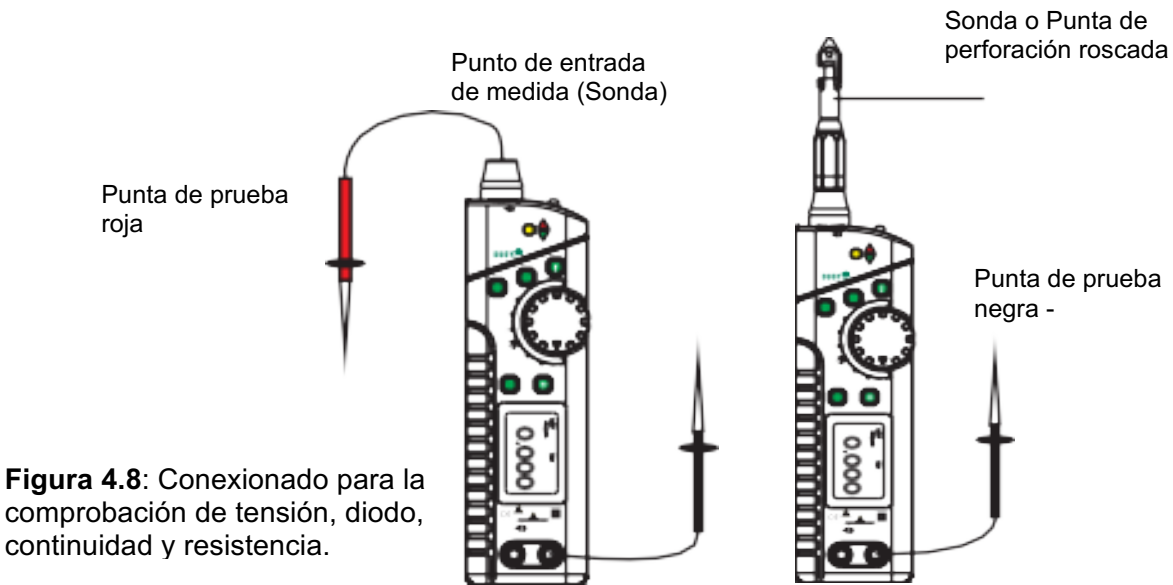

Figura 4.8: Conexión para la comprobación de tensión, diodo, continuidad y resistencia.
4.8.1 Conecte la punta de prueba negra al conector COM y la Sonda o el cable de prueba rojo, (si es necesario) al punto de entrada tipo punta (Sonda). (consulte la figura 4.8)
4.9.1 Conecte la punta de prueba negra al conector COM y la Sonda o el cable de prueba rojo, (si es necesario) al punto de entrada tipo punta (Sonda). (consulte la figura 4.8).
4.10.1 Conecte la punta de prueba negra al conector COM y la Sonda o el cable de prueba rojo, (si es necesario) al punto de entrada tipo punta (Sonda). (consulte la figura 4.8).
4.11.1 Conecte la punta de prueba negra al conector COM y la Sonda o el cable de prueba rojo, (si es necesario) al punto de entrada tipo punta (Sonda). (consulte la figura 4.8).
4.12.1 Conecte la punta de prueba negra al conector COM y la Sonda o el cable de prueba rojo, (si es necesario) al punto de entrada tipo punta (Sonda). (consulte la figura 4.8).